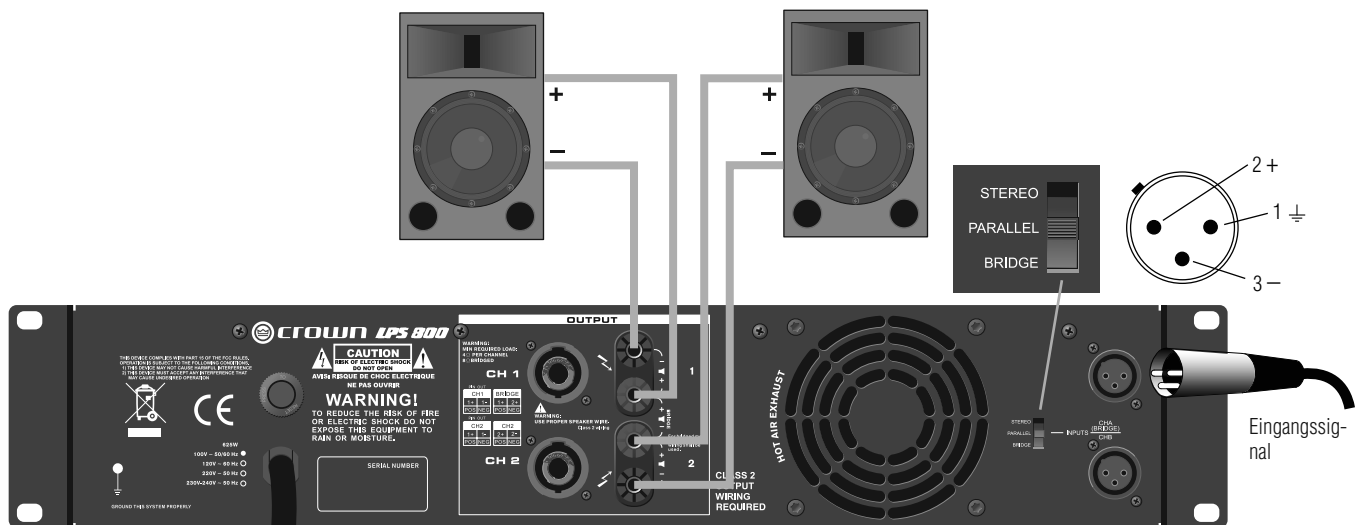

Abbildung 8: Parallele Verkabelung über die Schraubklemmen-Anschlüsse
1. Siehe Abbildung 8. Stellen Sie den Betriebsmoduswähler an der Rückplatte auf PARALLEL.